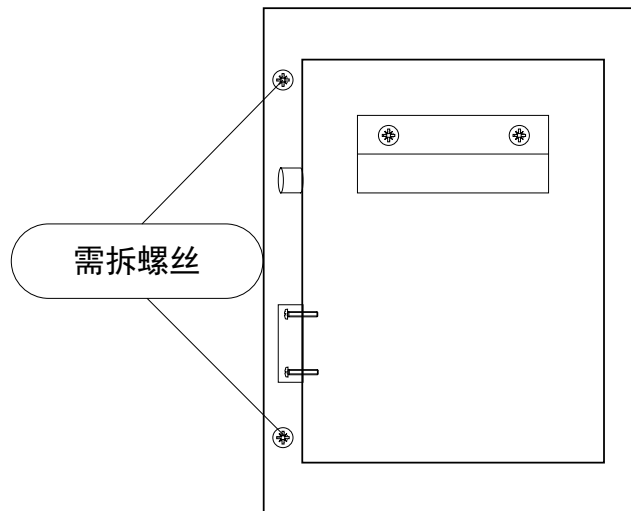

图 5-6 充电主机后视图
(7) 安装接线分明，严格按照充电桩机内接线图的线序要求安装，接线前需先拆下充电主机前盖后面两颗螺丝，如图 5-6。